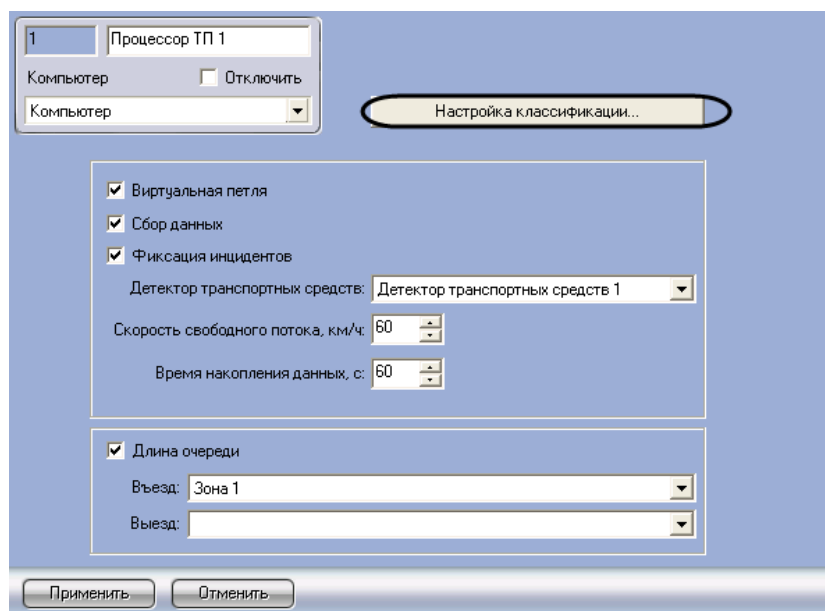

Рис. 7.6—12. Доступ к настройкам классификации транспортных средств
1. Перейти на панель настройки объекта «Процессор ТП» (Рис. 7.6—12).
2. Нажать кнопку «Настройка классификации...» (см. Рис. 7.6—12).